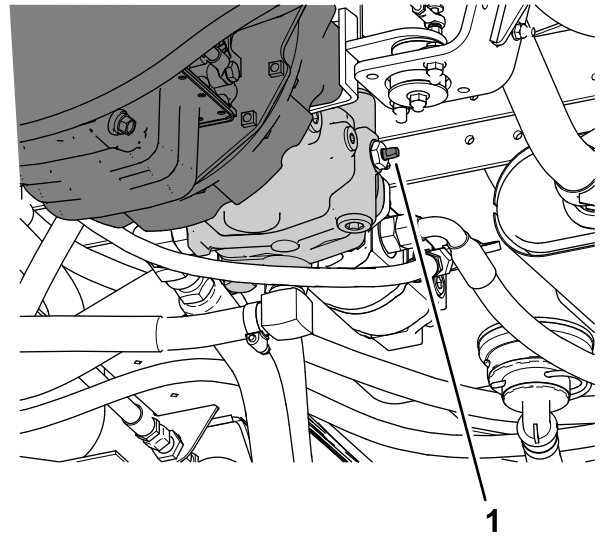

Figura 60
- Rode a válvula de reboque (Figura 60) 90° em qualquer um dos sentidos para abri-la.